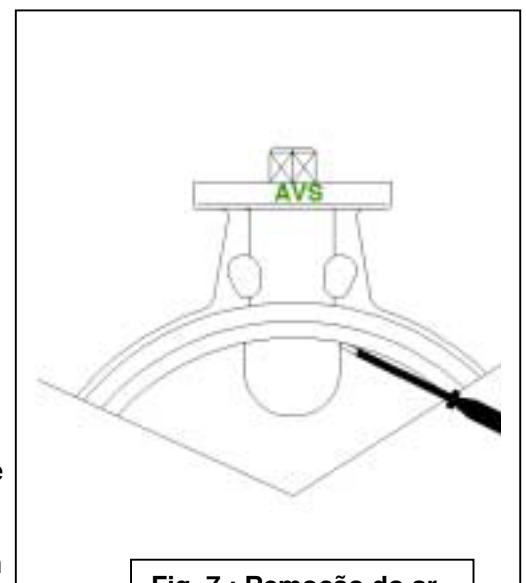

Fig. 7 : Remoção do ar
4. Empurre o eixo superior (4.) girando a conexão quadrada do cabeçote do disco (tolerância de 45°), bata o eixo com um martelo de material macio, até ele ficar em seu lugar, ou use almofadas entre o martelo e o eixo. Nas válvulas maiores, o ar permanece entre o eixo superior (4.), os anéis O (7.) e o anel da sede. O ar pode ser removido com uma chave de fenda sem corte (fig. 7). Aperte o parafuso de trava (1.).